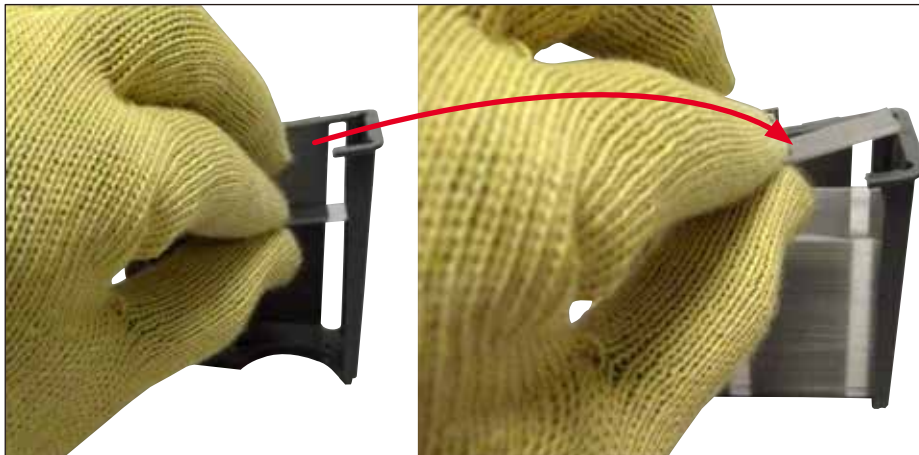

図64
- カバーガラスを新しいマガジンに移すときは、カバーガラスの位置が正しくなるよう注意します (→ 図 64)。